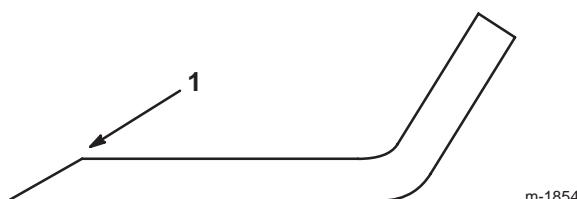

Figure 30
- Au moyen d'une lime, aiguissez les tranchants aux deux extrémités de la lame (Fig. 30) en veillant à conserver l'angle de coupe d'origine. Limez la même quantité de métal sur les deux tranchants pour ne pas déséquilibrer la lame.